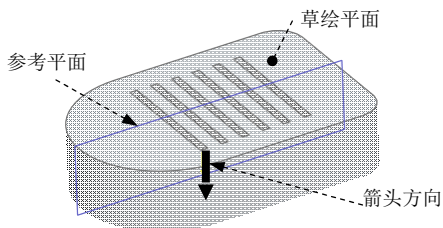

图 3.2.4 定义草绘平面
(1) 在“菜单管理器”中选择  FEAT CLASS (特征类) 菜单的  Solid (实体)   Protrusion (伸出项) 命令;在弹出的  SOLID OPTS (实体选项) 菜单中,选择  Extrude (拉伸)   Solid (实体)   Done (完成) 命令,此时系统显示“拉伸”操控板。
(2) 创建实体拉伸特征。
① 定义拉伸类型。在“拉伸”操控板中,确认“实体”类型按钮  被按下。
② 定义草绘截面放置属性。在绘图区中右击,从弹出的快捷菜单中选择  定义内部草绘... 命令,系统弹出“草绘”对话框。在系统  选取一个平面或曲面以定义草绘平面。的提示下,选择图 3.2.4 所示的表面为草绘平面,接受图 3.2.4 中默认的箭头方向为草绘视图方向,然后选取图 3.2.4 所示的基准面为参考平面,方位为  顶,单击  草绘 按钮,系统进入截面草绘环境。